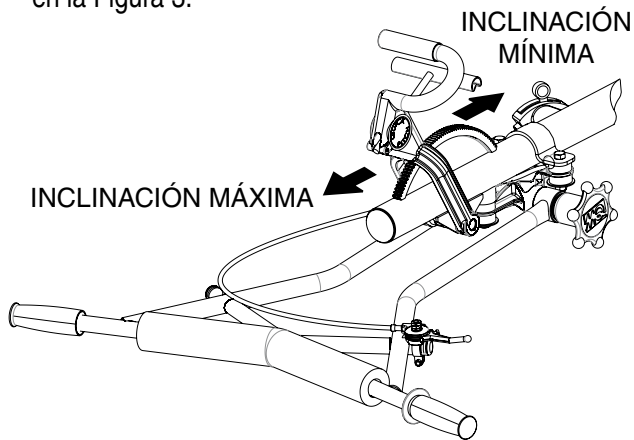
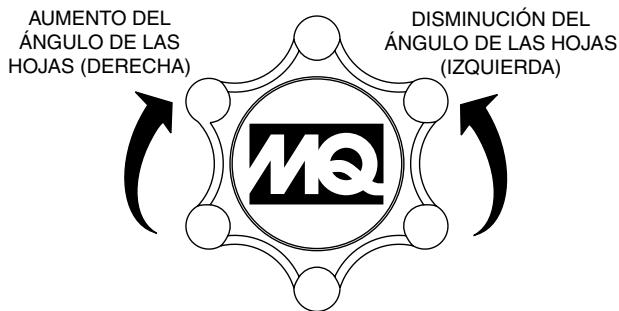

Figura 3. Giro del mango Quick-Pitch™
Figura 7. Ajuste de la tensión del cable
- En los manubrios Quick-Pitch™, gire hacia atrás el mango de inclinación (full pitch - inclinación máxima), para aliviar la tensión del resorte, tal como se muestra en la Figura 3.
- Exponga al máximo el cable de inclinación ajustando la palanca de inclinación a la posición "no pitch" (sin inclinación). En el manubrio estándar (SXH), gire a la izquierda el control de inclinación como se muestra en la Figura 7. En el manubrio Quick Pitch™ (QXH), gire el mando de inclinación hacia adelante, alejándolo del manubrio como se indica en la Figura 3.